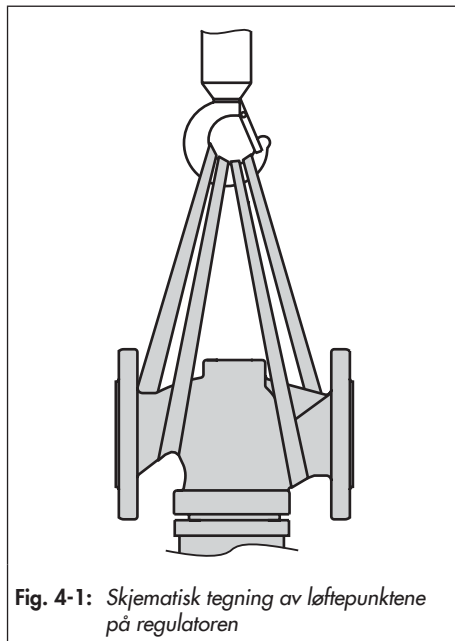

Fig. 4-1: Skjematisk tegning av løftepunktene på regulatoren
- Bruk en krok med sikkerhetslås for å sikre stroppene mot å gli under løfting og transport (se Fig. 4-1).
1. Fest én stropp til flensen på huset og til riggeutstyret (f.eks. krok) på kranen eller gaffeltrucken (se Fig. 4-1).